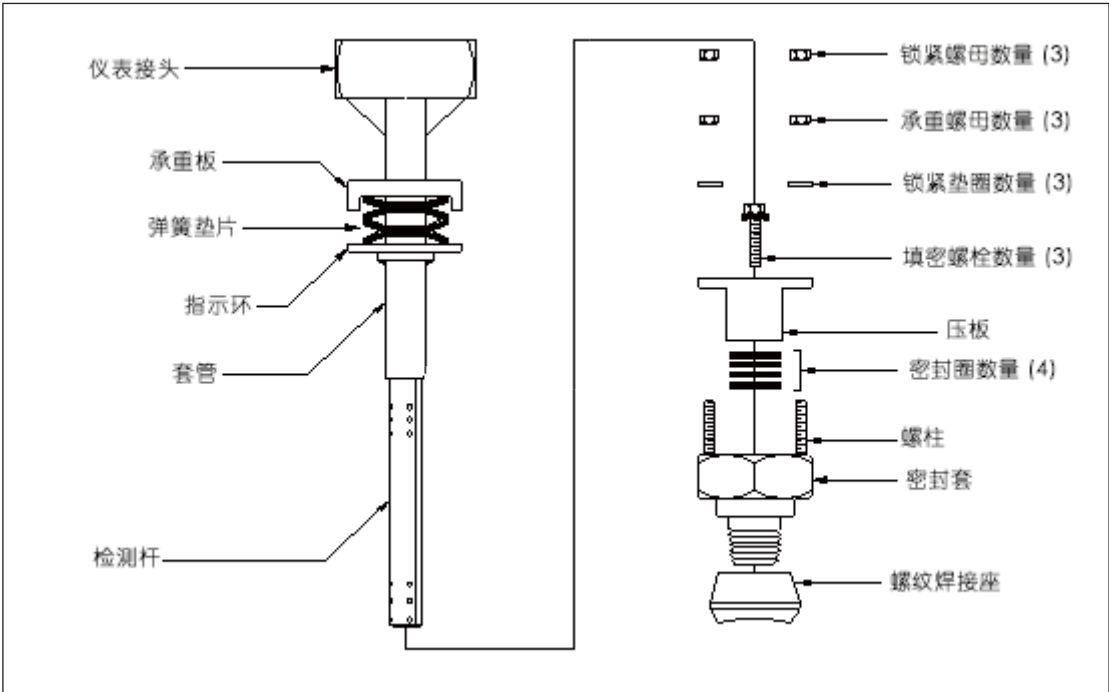

图 2：威力巴® V150 型组件
- 压板和填料环安装就位（厂家组装）后，将探头轻轻插入密封套（参见图 2）。将密封套旋入螺纹焊接座（用手拧紧），然后将全套组件插入管道。这样可以确保螺纹焊接座和管道上的开孔对齐。